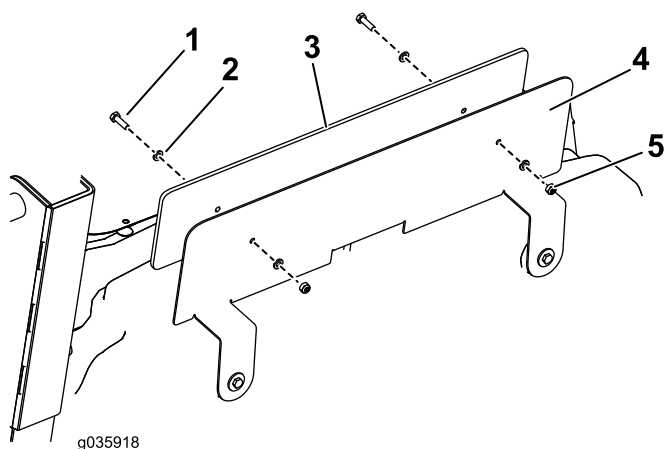

Bild 8
4. Montieren Sie das Nummernschild mit zwei Sechskantschrauben (6 mm x 20 mm), vier Scheiben (6 mm) und zwei Sicherungsmuttern (6 mm) an der Nummernschildhalterung, wie in Bild 8 abgebildet.